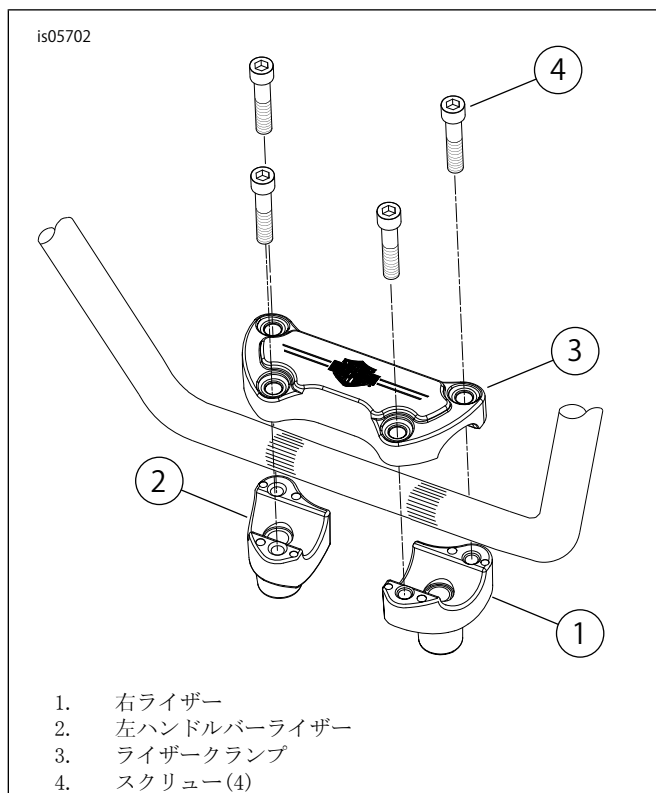

図4. ライザーの向き: FLSTC
- 「図4」を参照してください。標準装備(OE)のスクリーン、ロックワッシャー、ワッシャーを使用して、新品のライザー(キット番号46809-09)をアッパーフォークブラケットに図の向きで取り付けてください。アースケーブルと内歯ロックワッシャーを右ライザースクリーンに取り付けます。ファスナーを軽く止めた状態のままにします。